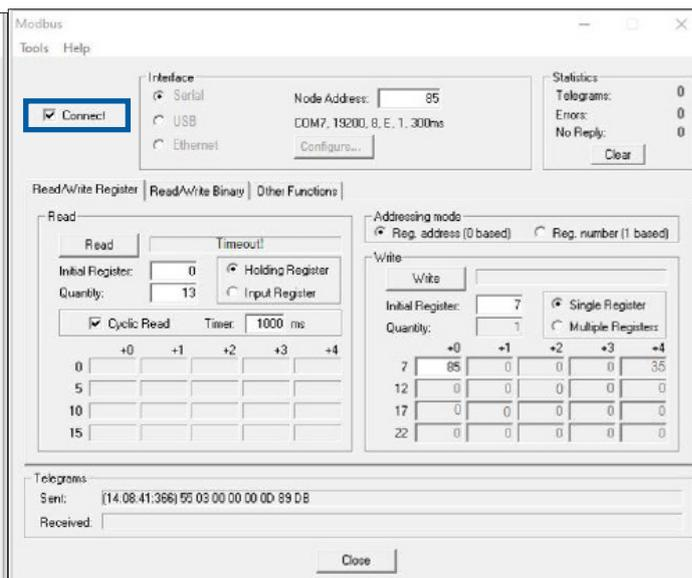
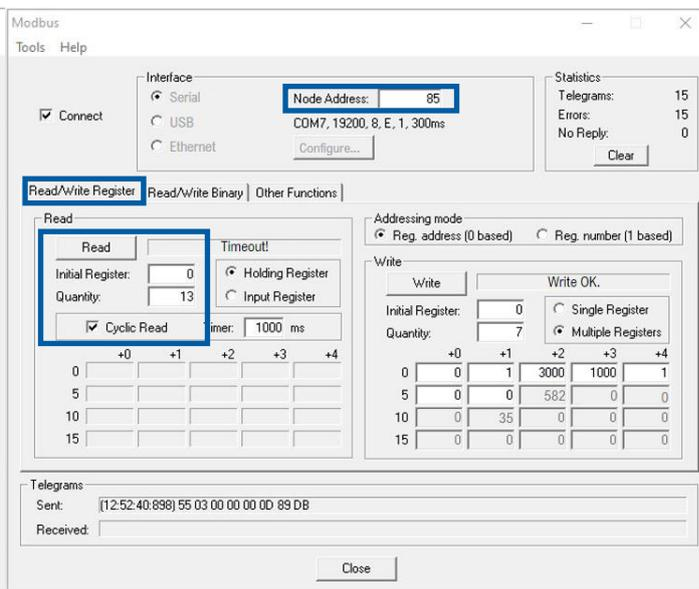

Figura 15 - Conexão de Modbus
Figura 17 - Falha na comunicação Modbus
- Passo 4: Após a conclusão das operações acima, selecione "Connect" (veja a Figura 15).
- Passo 2: Selecione “Read/Write register”, insira o endereço do registro inicial e a quantidade e clique em Read. Verifique se a função Read pode ser executada com sucesso. Se a comunicação tiver sucesso, o resultado será como mostra a figura 15. Se a comunicação falhar, o resultado será como mostra a Figura 17, e é necessário obter o endereço correto deste Motor ECM (Consulte o Passo 3).